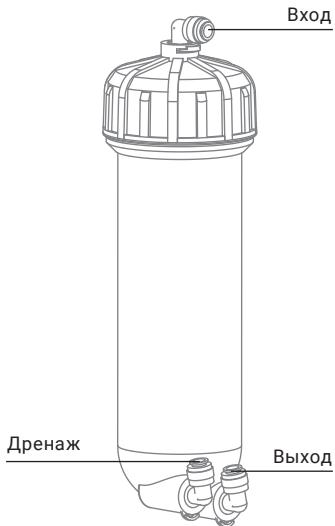

Рис. 17
7. Подключите трубы к корпусу мембранны (см. раздел «Присоединение трубок» (стр. 8)), соблюдая последовательность их подключения к корпусу (вход/выход/дренаж) (рис. 17). Каждую стопорную клипсу зафиксируйте на цанге, с которой она была снята.